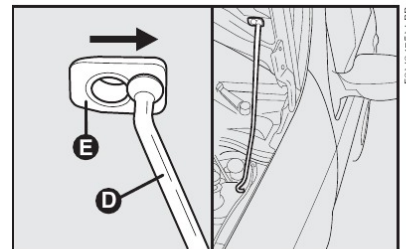

fig. 119
- 4) introduzir a extremidade da vareta **D** na abertura **E** do capô do motor e deslocá-la no sentido da seta fig. 119.
- 1) manter levantado o capô com uma mão e, com a outra, tirar a vareta **D**-fig. 119 da abertura **E** e repô-la no seu dispositivo de bloqueio;